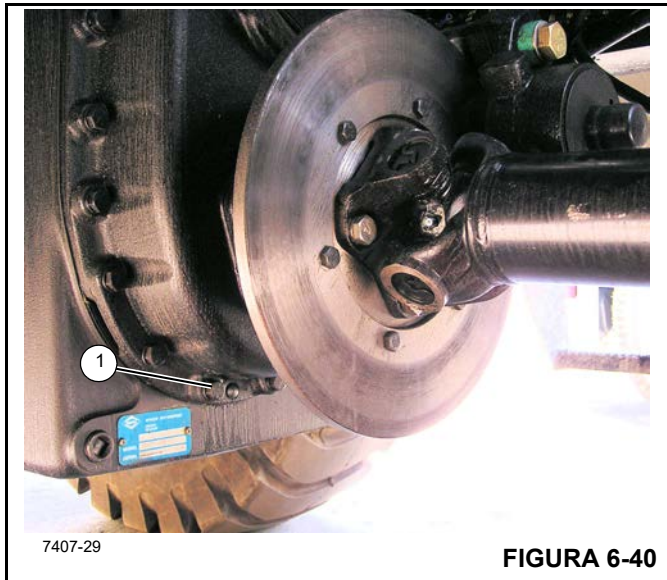

FIGURA 6-40
3. Coloque un recipiente adecuado debajo del tapón de vaciado de la transmisión (1, Figura 6-40).
4. Saque el tapón (1, Figura 6-40). Vacíe el aceite de la transmisión en el recipiente. Vuelva a instalar el tapón de vaciado.